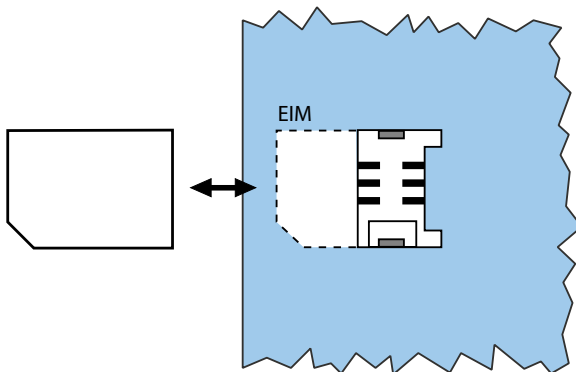

Fig. 74 Scheda EIM
4. Introdurre la nuova scheda EIM sotto le linguette di guida fino a battuta nell'alloggiamento per SIM Card. Fare attenzione che i contatti della scheda EIM siano verso il basso e che l'angolo smussato della scheda EIM sia rivolto verso il bordo della mainboard (vedi Fig. 74).